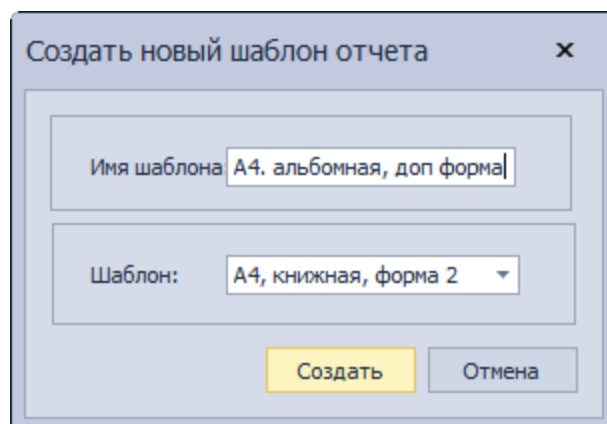

Рис. 66 Ввод имени нового шаблона
3. В поле «Имя шаблона» введите наименование нового шаблона листа ответа, Рис. 66.